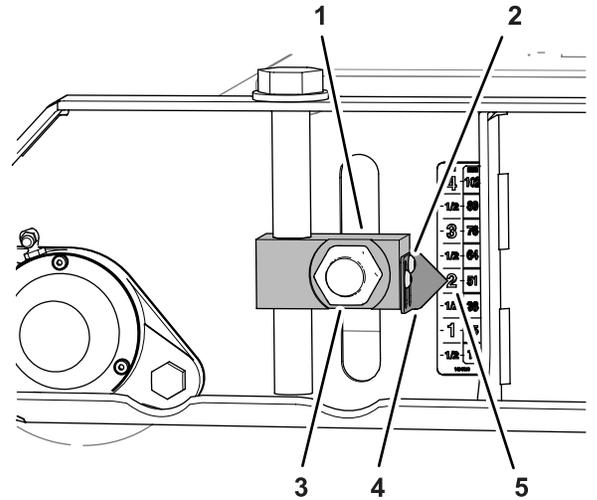

図 82
3. 刈高アジャスタブロックにポイントを固定しているソケットヘッドねじ2本をゆるめて、ポイントをデカルの51 mm 2"マークに合わせて、ねじを元通りに締め付ける **図 82**。
7. 前後のローラの刈高アジャスタブロック4個固定しているナット4個 図 82 と 図 84 を、322 396 N·m 33-40 km.m = 238-292 ft-lb にトルク締めする。